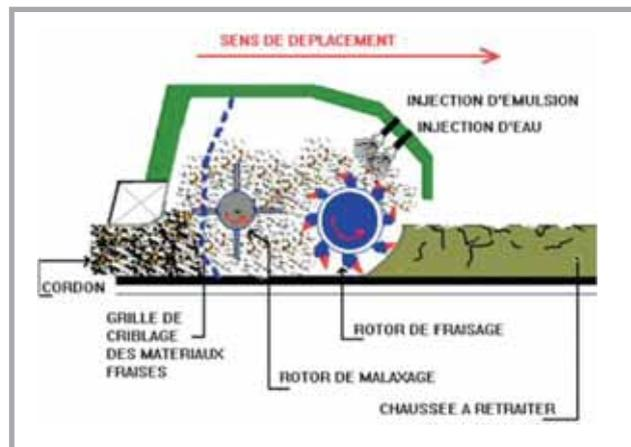

Figure 1
- ◆ le malaxage de l'ensemble pour obtenir un mélange homogène (figure 1) ;